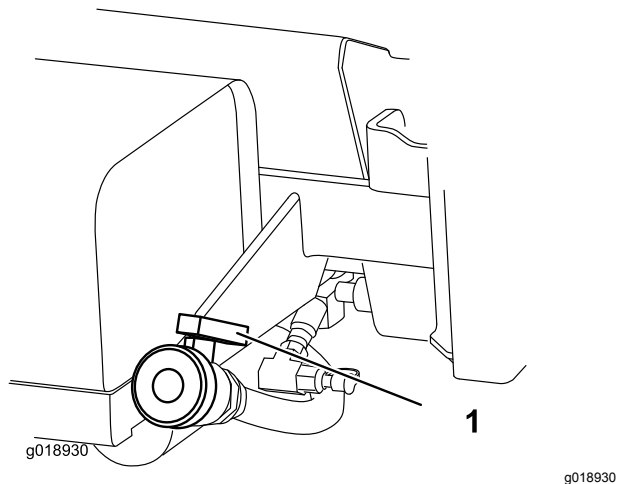

図 22
2. タンクのドレンバルブは車両の後部にある **図 22**。